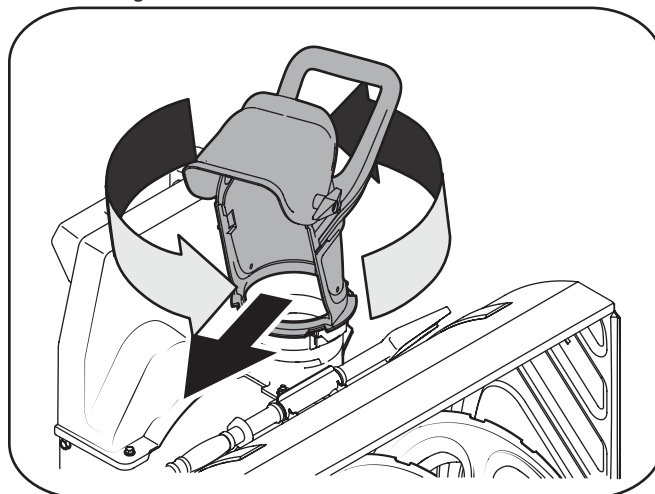

Figura 7-2
4. Gire el canal de descarga hacia la derecha como se muestra en la Figura 7-2.